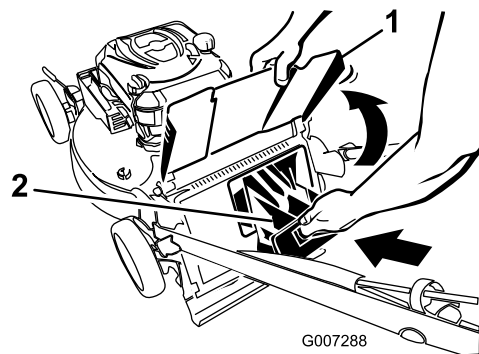

Figure 5
4. Installez l'obturateur d'éjection arrière (Figure 5).